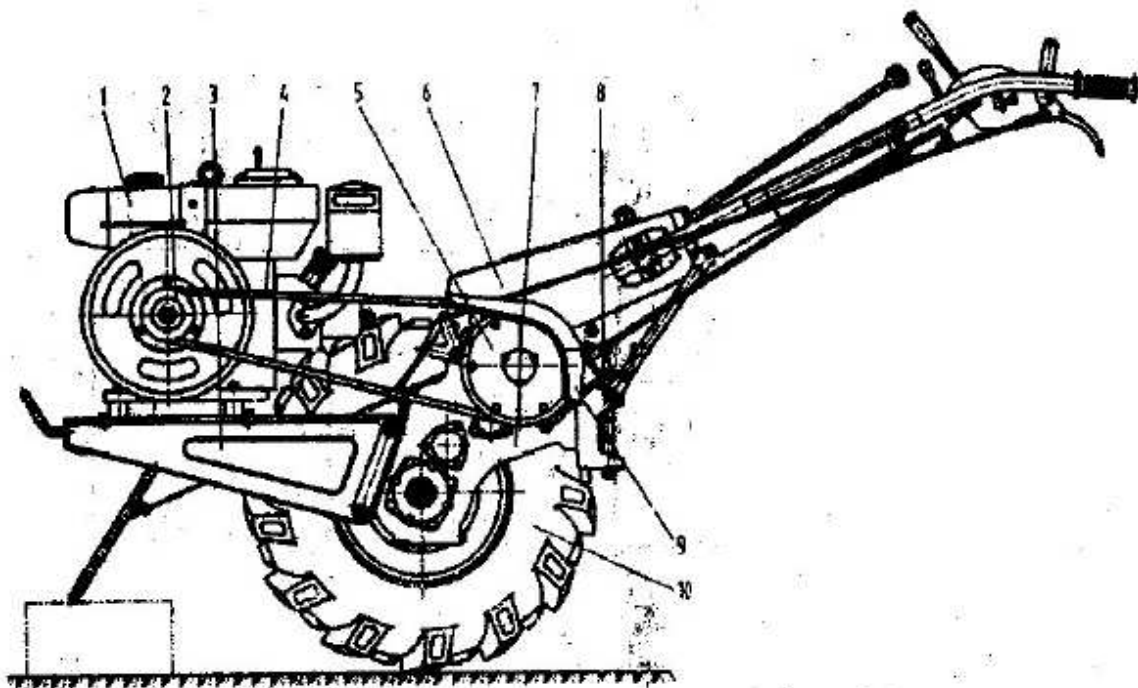

Рис. 1 Внешний вид и основные детали моделей МБ 1010-3, МБ 1010Е-3, МБ 1012-3, МБ 1012Е-3
1. Изображение и наименования основных деталей и компонентов (Рис. 1)